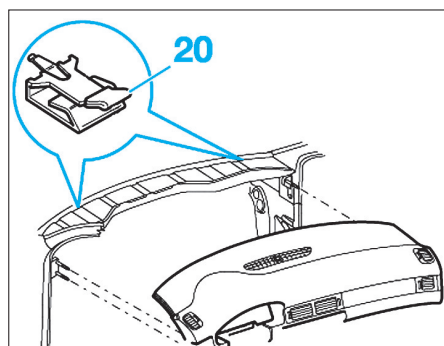

Fig. 28
Pour la repose, procéder dans l'ordre inverse de la dépose. Veiller à engager correctement la planche de bord dans les agrafes (20) (Fig.28). S'assurer du branchement correct des différents connecteurs et du bon fonctionnement des différents éléments.